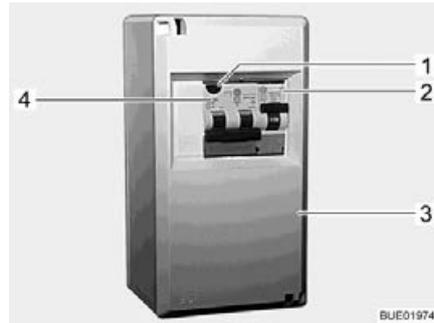

Bild 194 230-V-Sicherungskasten
Ein kombinierter Fehlerstrom-/Leitungsschutzschalter (Bild 194,4) im Sicherungskasten (Bild 194,3) sichert das gesamte Fahrzeug gegen Fehlerstrom (0,03 A) ab.
Bei Fahrzeugen mit Sonderausstattung (z. B. Klimaanlage) sichert ein zusätzlicher Leitungsschutzschalter (10 A) (Bild 194,2) das Gerät ab.
- Wenn das Fahrzeug an die 230-V-Versorgung angeschlossen ist, die Prüftaste (Bild 194,1) drücken. Der Fehlerstromschutz-Schalter muss auslösen.